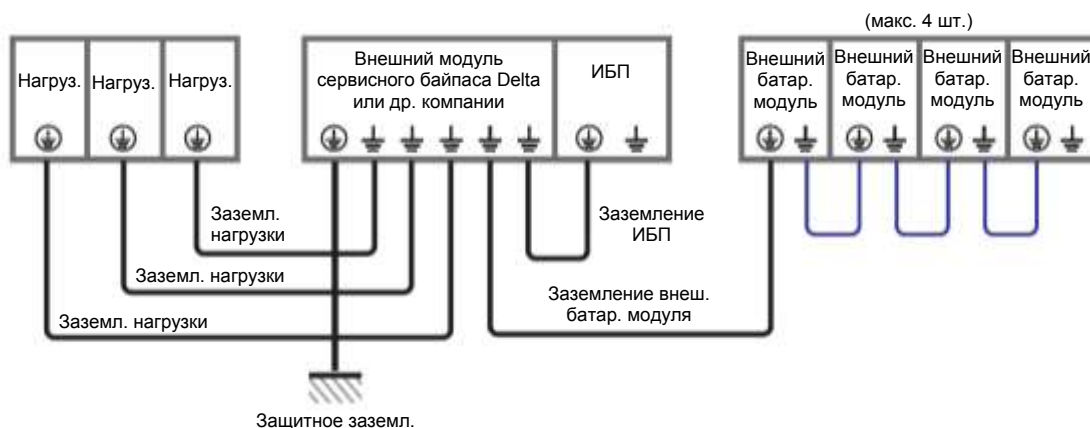

Рисунок 5-16: Схема заземления одного ИБП
- 10 См. **Рисунок 5-16** для заземления ИБП, внешнего батарейного модуля (модулей), внешнего модуля сервисного байпаса Delta или другой компании и подключенных важных нагрузок.
- 7 См. **Рисунок 5-16** для заземления ИБП, внешнего батарейного модуля (модулей), внешнего модуля сервисного байпаса Delta или другой компании и подключенных важных нагрузок.